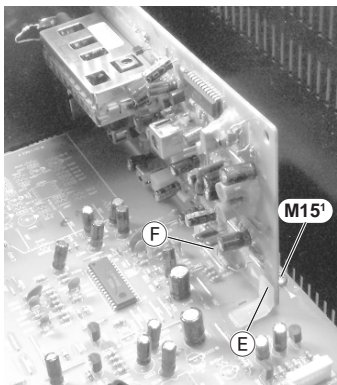

Fig. 25
- Schraube **M15¹** (Fig. 25) herauserschrauben und Hauptplatte M60¹ mit der kompletten Gerätefront nach vorne herausziehen.
- Undo screw **M15¹** (Fig. 25) and pull out the main circuit board M60¹ together with the complete front of the mini system towards the front.
- Rastung **E** (Fig. 25) austrasten und Tuner abziehen.
- Beim Wiedereinbau auf korrekten Sitz des Steckverbinders **F** (Fig. 25) achten.
- Unhook the catch **E** (Fig. 25), and pull off the tuner.
- When reassembling take care of the correct position of connector **F** (Fig. 25).